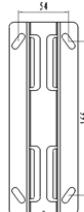

Fig.1
3. Prenez le support de montage à titre du cliché pour marquer la position des vis et percez quatre orifices dans le mur. Fig. 1